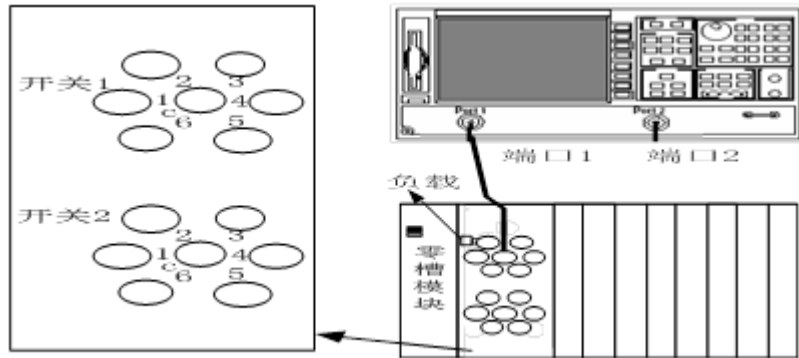

图 7.2 端口驻波比测试框图
- 步骤 4.** 矢量网络分析仪校准完成后如图 7.2 所示连接系统，将电缆连接到开关 1 的 C 端口，将负载连接到开关 1 的 1 端口位置，从软面板上设置开关 1 切换到第一个端口。设置 S11 参数的测试扫描完成一次后即保持，观察此时显示的 S11 驻波比测试曲线，设定光标找出此时的最大值，将测量结果记录于附表中。